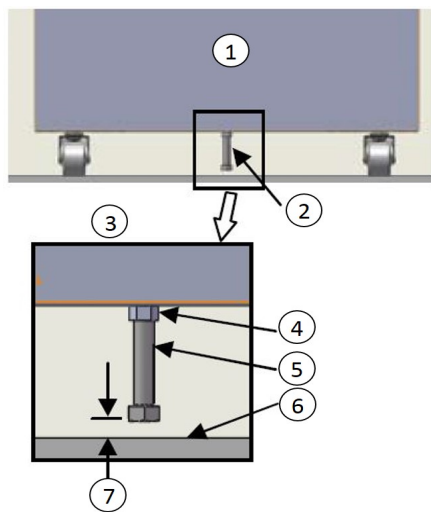

Figura 2. Posizione del bullone
- Svitare il bullone da 1/2" fino ad ottenere lo spazio necessario tra il pavimento e la testa del bullone, come illustrato in **Figura 2**.